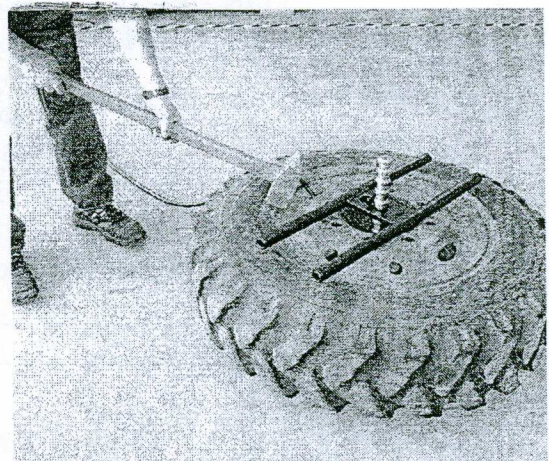

Abb. 11 / fig. 11
- Korrekten Sitz der Ringe kontrollieren und gegebenenfalls mit vorsichtigen Hammerschlägen korrigieren. (Abb. 11)
- Check that rings are correctly seated and correct if necessary by striking carefully with a hammer. (Fig.11)